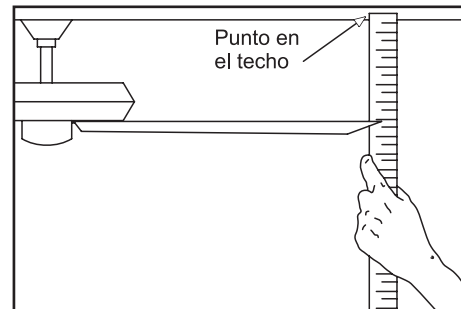

Figura 10
2. La mayoría de los problemas de oscilación del ventilador se deben a que las aspas no están a un mismo nivel. Verifica este nivel seleccionando un punto en el techo sobre la punta de una de las aspas. Mide desde un punto en el centro de cada asa a un punto en el techo. Mide esta distancia como se muestra en la figura 10. Rota el ventilador hasta que se posicione la siguiente asa para su medición. Repita para cada asa. Las desviaciones de la medición deben estar dentro de 1/8". Enciende el ventilador por 10 minutos. Si el ventilador continúa oscilando, comunícate con el servicio al cliente y te enviarán un kit de compensación de aspas, sin costo alguno.